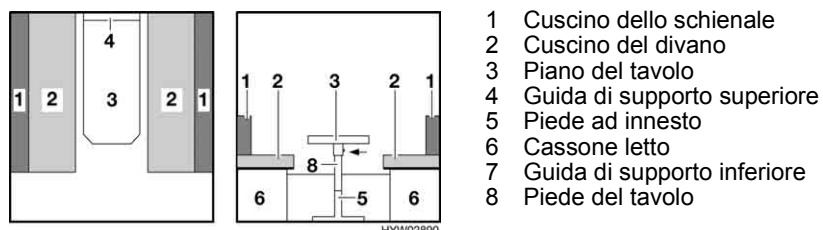

Fig. 48 Prima della trasformazione
- Sistemare i cuscini del divano (Fig. 48,2).
- Sollevare leggermente il piano del tavolo in avanti (Fig. 48,3).
- Dal piede del tavolo estrarre verso il basso il piede ad innesto (Fig. 48,5) e riporlo.
- Sbloccare il piede del tavolo (Fig. 48,8) dall'elemento di fissaggio e ribartarlo verso l'alto sul lato inferiore del tavolo.